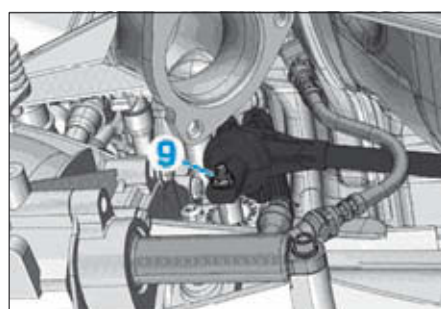

FIG. 8
- Déposer la vis (9) de l'arbre de commande (Fig.8).